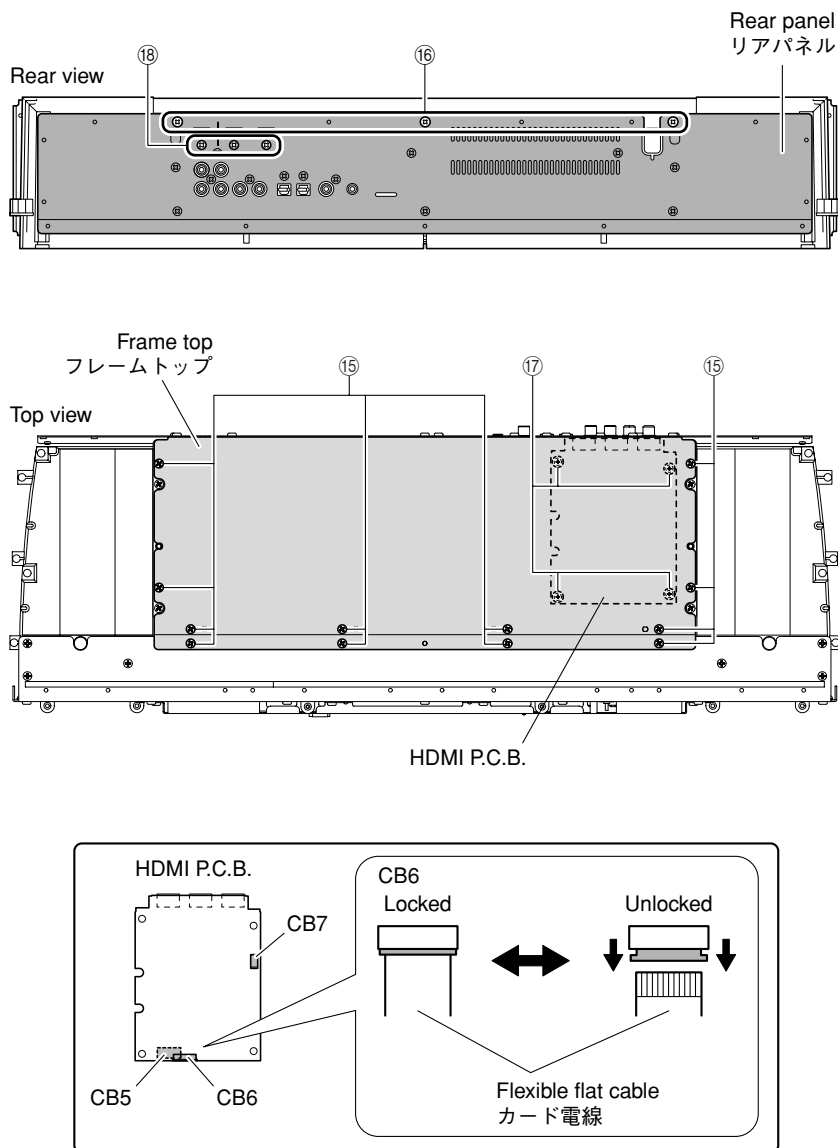

Fig. 4
- Remove 12 screws (15). (Fig. 4)
- Remove 3 screws (16). (Fig. 4)
- Remove the frame top. (Fig. 4)
- Remove 4 screws (17) and 3 screws (18). (Fig. 4)
- Remove CB5 and CB7. (Fig. 4)
- Release the lock and remove CB6. (Fig. 4)
- Remove HDMI P.C.B.. (Fig. 4)
- 15のネジ12本を外します。(Fig. 4)
- 16のネジ3本を外します。(Fig. 4)
- フレームトップを取り外します。(Fig. 4)
- 17のネジ4本、18のネジ3本を外します。(Fig. 4)
- CB5、CB7を外します。(Fig. 4)
- ロックを外し、CB6を外します。(Fig. 4)
- HDMI P.C.B.を取り外します。(Fig. 4)